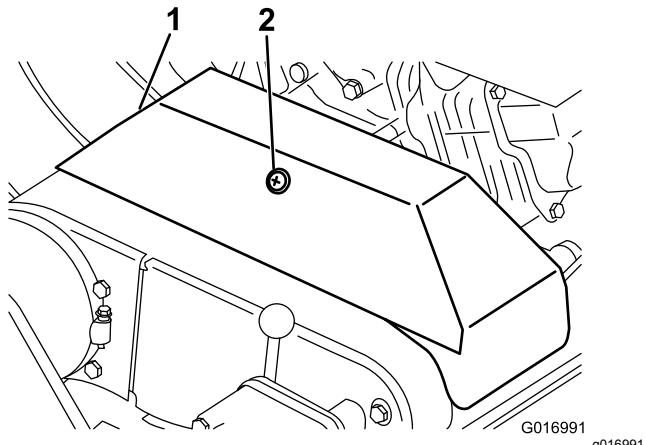

Figura 39
3. Afloje el retenedor que sujetla la cubierta de las correas en V y gire la cubierta para abrirla (Figura 39).